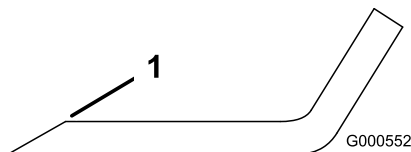

Figure 90
1. Au moyen d'une lime, aiguissez les tranchants aux deux extrémités de la lame (Figure 90).
Remarque: Si la lame est déséquilibrée, limez un peu l'extrémité de l'ailette seulement (Figure 90).